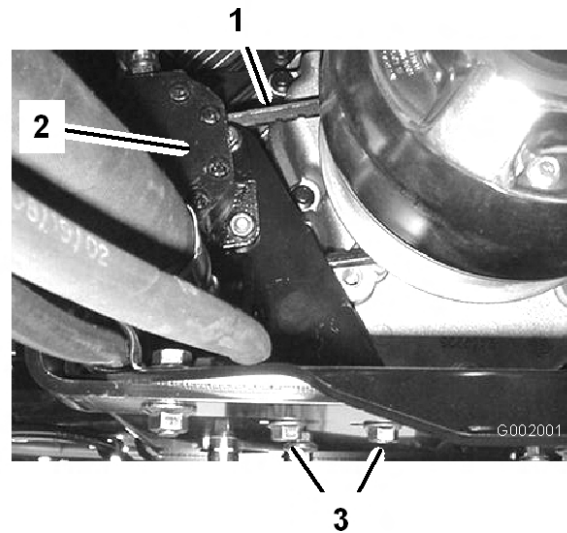

Figura 63
2. Desaperte os parafusos de montagem da bomba de direcção (Figura 63).